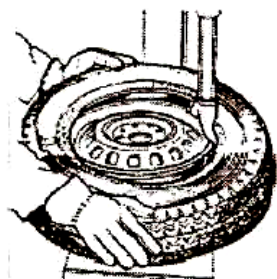

Рисунок 4. Схема монтажа шины
- Направить руками покрышку так, чтобы закраина прошла под набалдашником монтажной головки 16 и передней долей поддерживающего края (рис. 4).
Вращать поворотный стол по часовой стрелке, нажимая педаль (1, рис. 1) и держа руками закраину покрышки прижатой ко внутренней стороне обода (рис. 4).